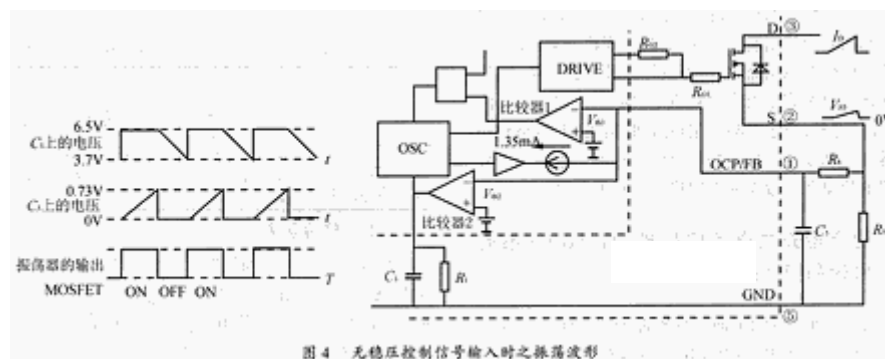
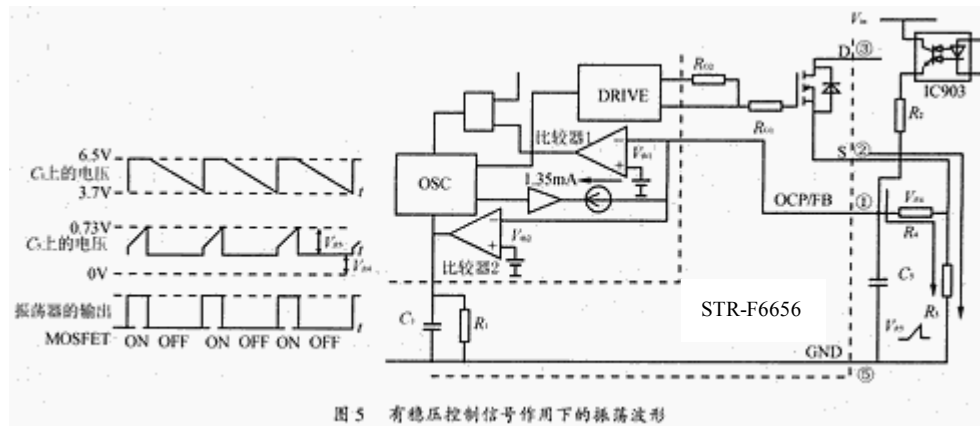

图4 无稳压控制信号输入时之振荡波形
图5 有稳压控制信号作用下的振荡波形
到的。图4示出了当没有稳压控制信号输入时,内部振荡器的工作波形。由图5波形可见,当MOSFET导通时,电容C1被充电到 $6.5V$ 。同时漏极电流 I_D 逐步上升,在 R_5 上形成一锯齿形状电压 V_{R5} 。 V_{R5} 通过 R_4 后几乎无损失地加到IC的①脚
如图5所示，为了控制输出，光耦合器的误差信号输出电流在R4上形成电压降VR4串接在VR5上，从而使输入到①脚的电压V1波形部分受到VR4的控制，使比较器1提前或拖后反相，以改变MOSFET的ton从而改变次级输出电压，达到稳压的目的。这属于电流控制方式。一般说来，在电流控制方式中，轻载时VR4会升高，有可能使MOSFET导通时的浪涌电流所引起的噪声对比较器1带来误触发。为了解决这个问题，在MOSFET关断期间插入一个有源低通滤波器，它是由C5和一个1.35mA恒流源组成，旁接于①脚和地之间。在MOSFET导通之前，该滤波器分流了从光耦输出的约一半电流流量，因而使VR4直流偏置量有效降低，防止了导通浪涌电流的叠加而引起的误触发，此外C5的存在也加大了对噪声的吸收旁路作用。
这是一个脉冲连着脉冲的过流检测电路。由图5中的波形可见，比较器1起着过流保护作用。只要正比于Id的电压V1峰值超过限值0.73V时，就会强迫振荡器输出反相，使MOSFET关断，ton变小，达到了限制输出电流和输出功率的目的。